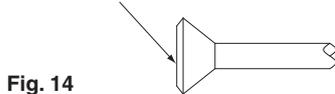

Fig. 14
- Cuando deba realizar una conexión abocardada, recubra la superficie interior abocardada únicamente con aceite de éter o aceite de éster. **(Refiérase a la Fig. 14)** A continuación, gire manualmente la tuerca abocardada 3 ó 4 veces y enrósquela.